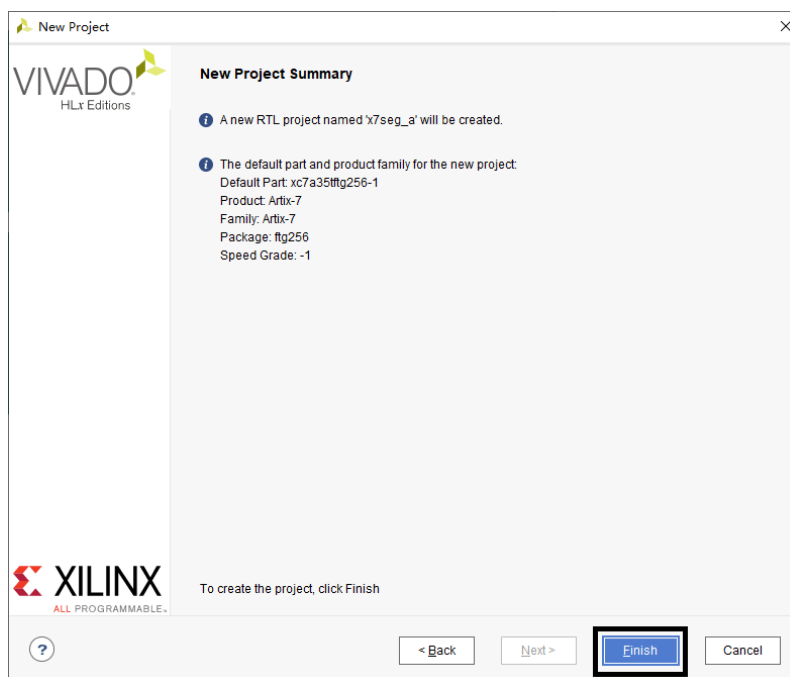
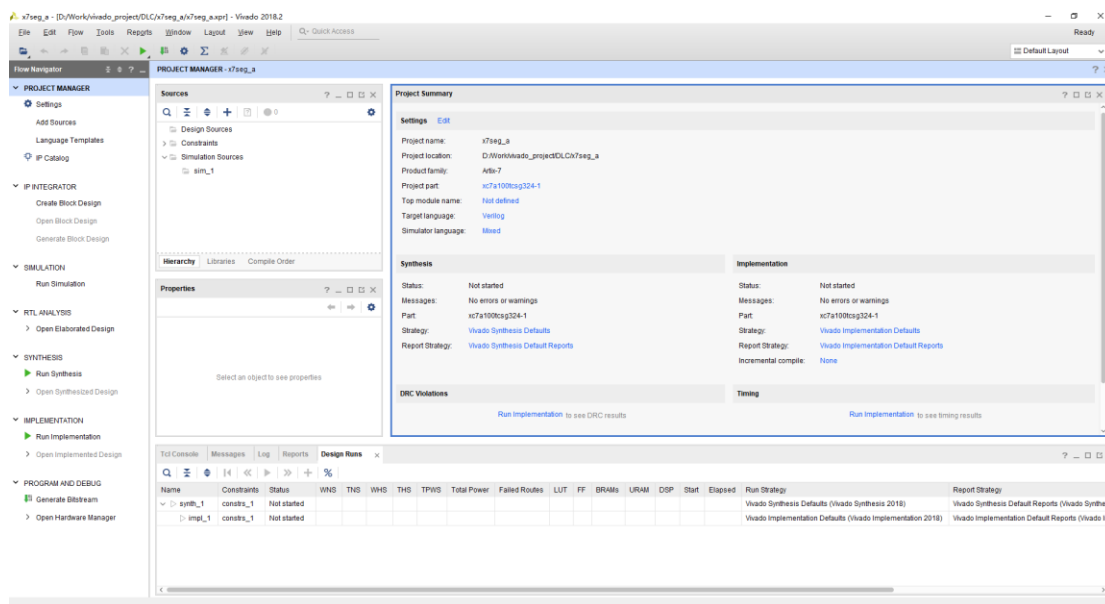

图 1-6 New Project Summary 界面
图 1-7 Vivado 主设计窗口
(6). 在 New Project Summary 窗口中，如图 1-6 所示，查看工程创建内容是否正确。若无需修改，则点击 Finish，空白工程创建完成，进入 Vivado 主设计窗口，如图 1-7 所示。